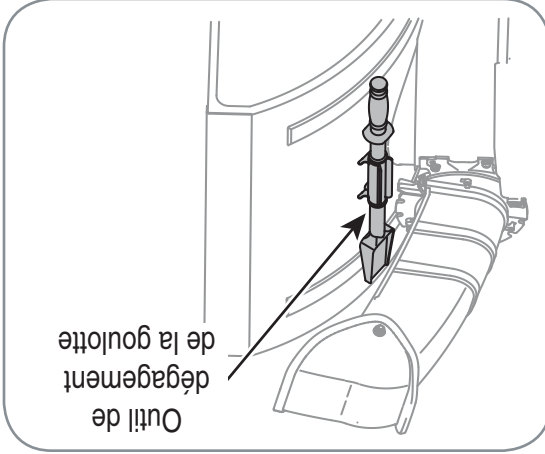

Figure 3-10
- Un outil de dégagement de la goulotte est maintenu sur le dessus de l'habitacle de la tarière avec une attache. L'outil sert à dégager une goulotte bouchée. Voir la Figure 3-10. Consultez le chapitre « Utilisation de la souffluse » pour plus de renseignements concernant cet outil de dégagement de la goulotte.